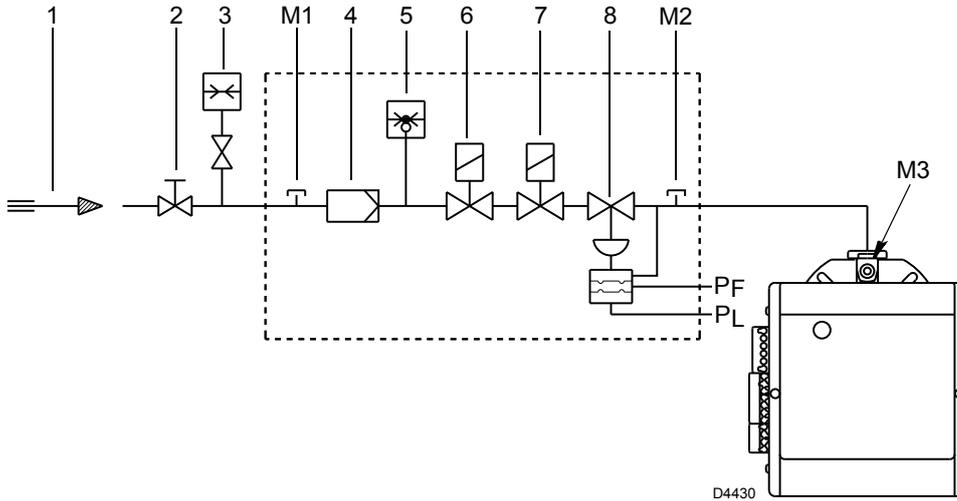

Fig. 14
Legenda (Fig. 14)
Pressione del gas misurata alla presa M3)(Fig. 14), con:
- sottrarre dalla pressione del gas alla presa M3)(Fig. 14) la pressione in camera di combustione.
$$\begin{aligned} \text{Pressione del gas alla presa M3)(Fig. 14)} &= 10 \text{ mbar} \\ \text{Pressione in camera di combustione} &= 2,2 \text{ mbar} \\ 10 - 2,2 &= 7,8 \text{ mbar} \end{aligned}$$
Per conoscere invece la pressione del gas necessaria alla presa M3)(Fig. 14), fissata la potenza massima di modulazione alla quale si desidera funzioni il bruciatore:
- Leggere sulla destra, colonna 1, la pressione alla presa M3)(Fig. 14).